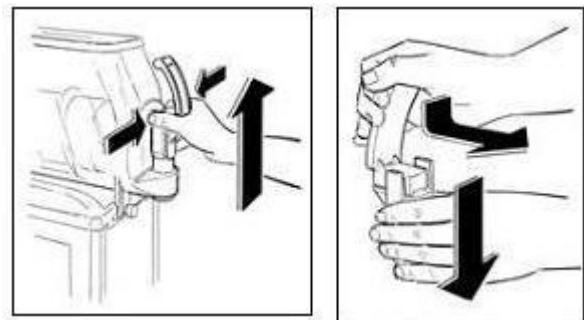

Fig. 14
- Démontez le robinet du bac en pressant en même temps sur les deux ailettes de blocage et le soulever de façon à l'extraire de son logement (fig. 14).
- Démontez tous les composants du robinet en tenant le corps appuyé vers le bas et en ôtant le levier de son logement (fig. 14).